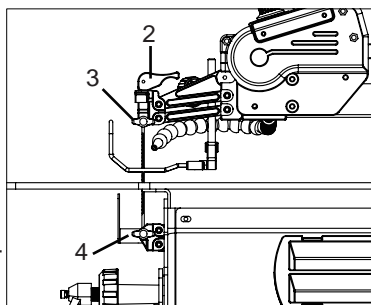

FIGURE 9
2. Pour retirer la lame, levez la poignée de tension de la lame (Fig. 9, 2) pour relâcher la tension.
3. Desserrez la poignée de blocage supérieure (3), puis desserrez la poignée inférieure (4).